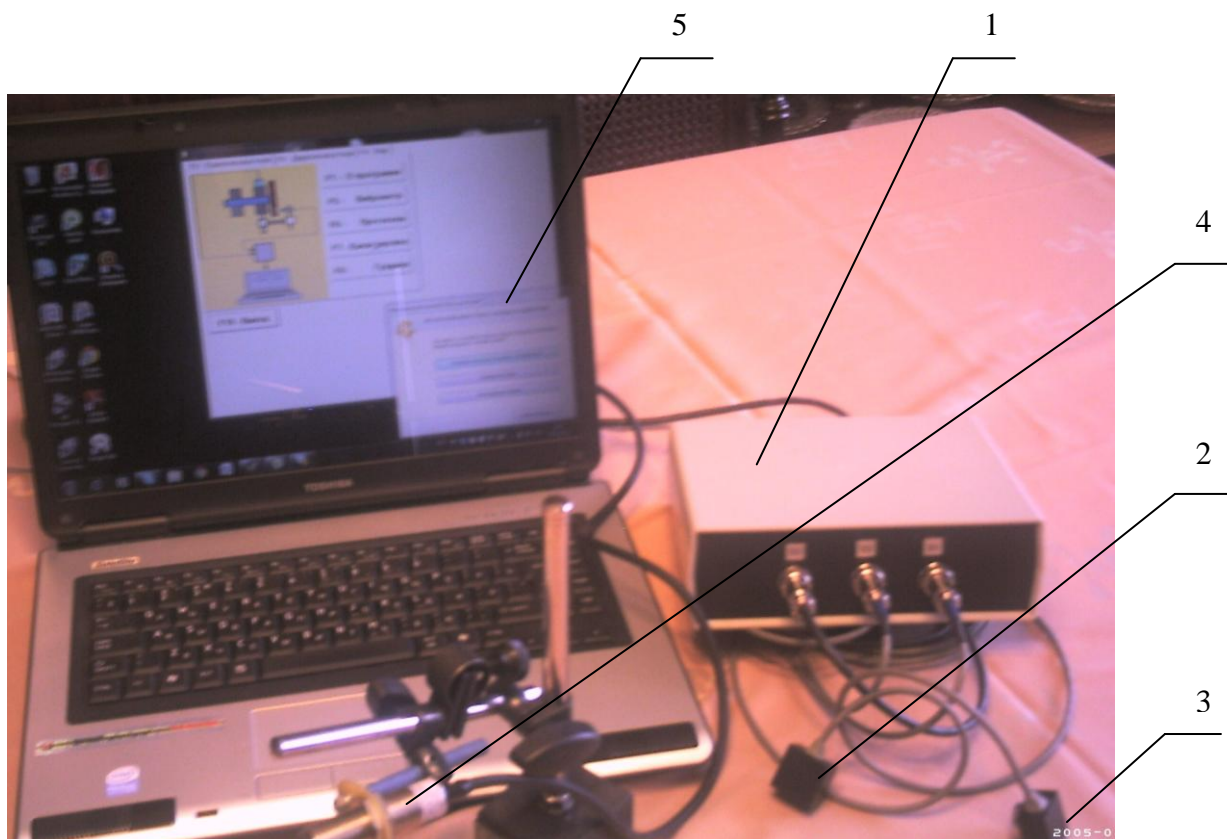

Рис. 4.1. Прибор для балансировки «Балком 1» в комплекте.
4.1. Фотографии прибора «Балком 1» представлены на рис. 4.1 и 4.2.
Прибор (см. рис. 4.1) состоит из измерительного блока **1**, двух датчиков вибрации **2** и **3**, датчика фазового угла **4** и портативного компьютера (нетбука или ноутбука) **5**.